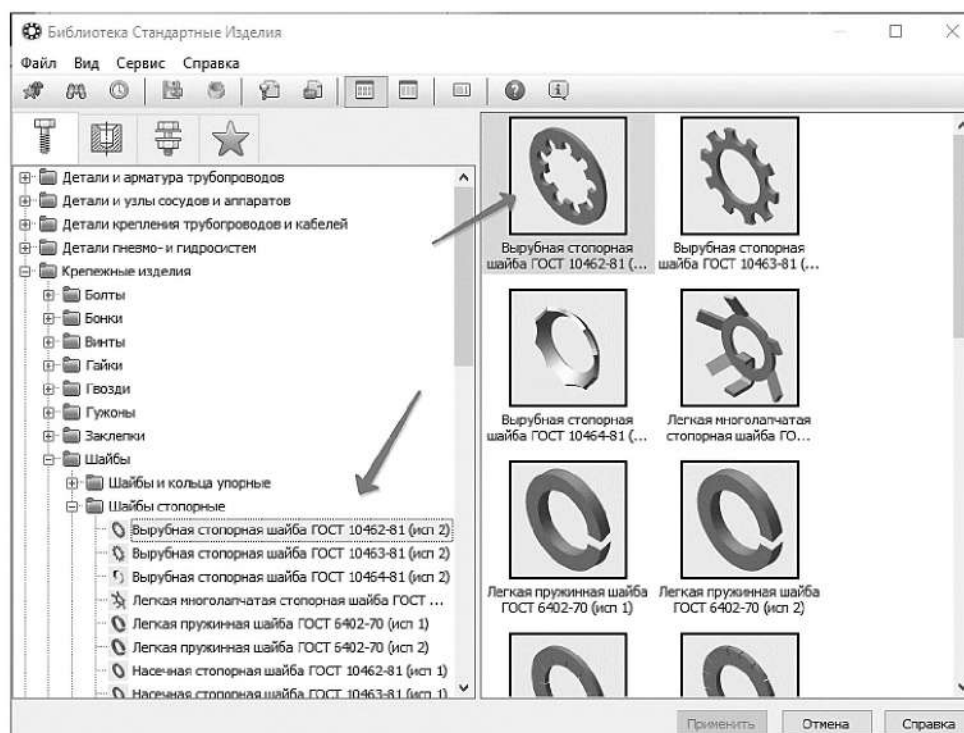

Рисунок 3.90. Выбор типа Шайбы
10.1.6 Выполните двойное нажатие левой кнопки мыши на элементе *Вырубная стопорная шайба ГОСТ 10462-81 (исп. 2)* (рисунок 3.90).